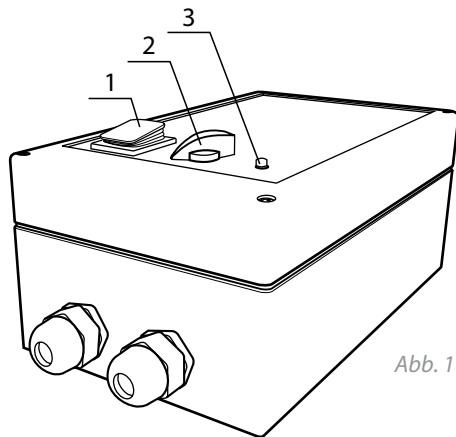

Abb. 1
Auf der Frontplatte befinden sich die Ein-/Aus-Taste (1) (siehe Abb. 1), der Drehzahlwähler (2) und die Anzeigelampe (3), die den Betrieb des Reglers im Notbetrieb anzeigt.